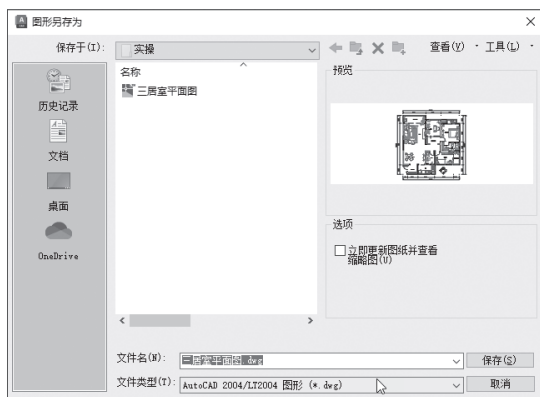

图 1-21
**步骤 02** 单击“菜单浏览器”按钮 ，在文件列表中选择“另存为”命令，打开“图形另存为”对话框，设置文件存储路径及输入文件名。单击“文件类型”下拉按钮，根据需要选择所需的低版本格式。例如，从列表中选择“AutoCAD 2004/LT2004图形 (\*.dwg)”选项，如图1-21所示。